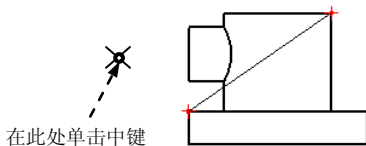
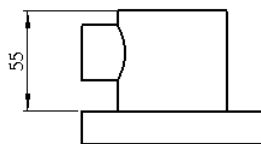
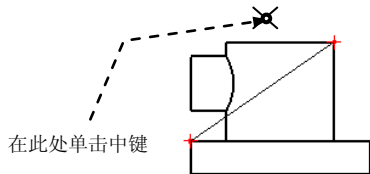
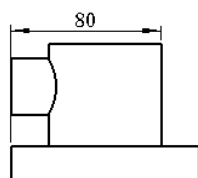

图 5.2.35 选取放置位置
图 5.2.36 尺寸显示
图 5.2.37 选取放置位置
图 5.2.38 尺寸显示
- 按住 Ctrl 键，选取图 5.2.35 所示的两顶点，在图 5.2.35 所示的位置单击中键，此时在视图中显示尺寸的结果如图 5.2.36 所示。
- 按住 Ctrl 键，选取图 5.2.35 所示的两顶点，在图 5.2.37 所示的位置单击中键，此时在视图中显示尺寸结果如图 5.2.38 所示。